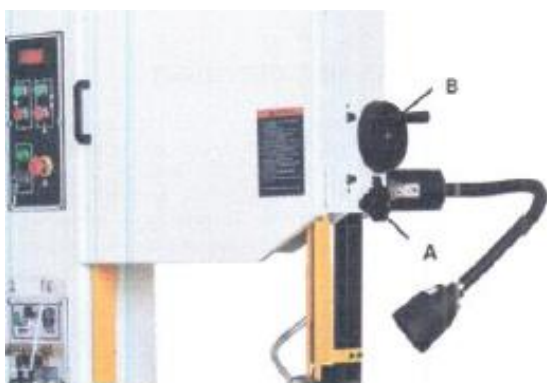

Рис. 8.
1. Поднимите верхнюю направляющую пильного полотна, ослабив ручку фиксации (А, Рис. 8) и повернув маховик регулировки направляющей (В) по часовой стрелке до упора.
1. Ослабьте ручку фиксации (А, Рис. 8) и поворачивайте маховик (В, Рис. 8), пока узел направляющей не окажется посередине между столом и пыльной головой, затем затяните ручку (А, Рис. 8).